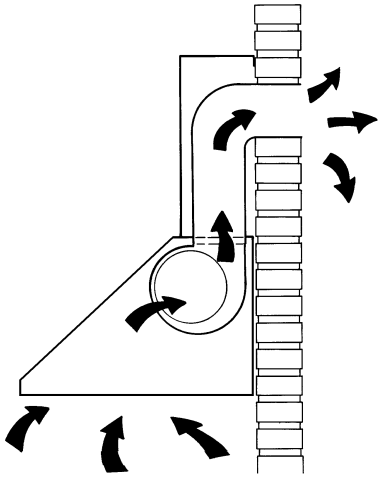

fig.15
2. Fixez un tuyau souple en matière autoextinguible de Ø 150 mm sur la buse et raccordez-le à l'orifice d'évacuation au mur ou au plafond (fig. 15).